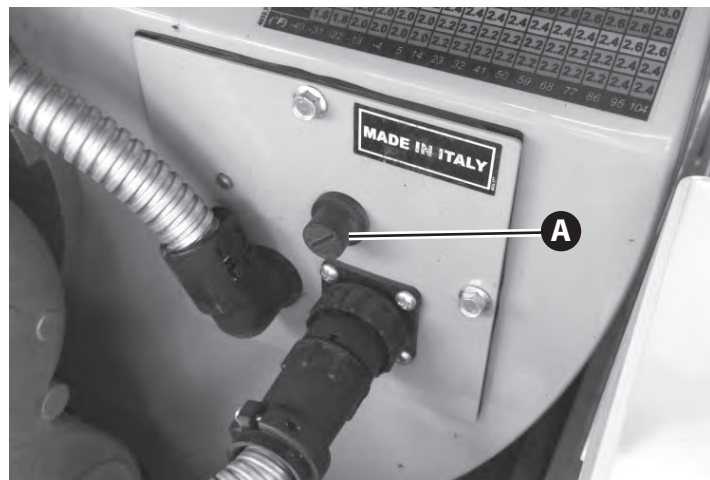

Figure 4.26
- Réinitialiser l'unité de chauffage. Dévisser le couvercle en plastique (A, Figure 4.26) qui protège le bouton de réinitialisation sur l'arrière de l'unité de chauffage. Appuyer et tenir le bouton de réinitialisation pendant environ 5 secondes. Réinstaller le couvercle protecteur.